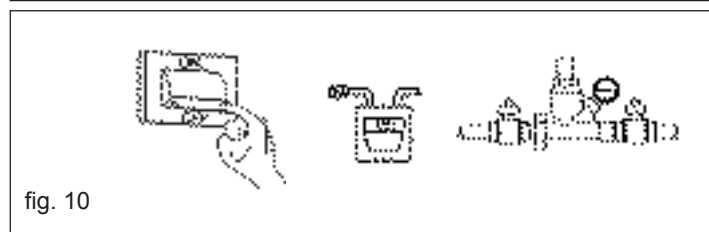

fig. 10
- aduceți întrerupătorul general al instalației pe „oprit” (fig. 10)
- efectuați analiza produșilor de ardere pentru a verifica starea de funcționare a centralei, apoi opriți alimentarea cu energie electrică, poziționând întrerupătorul general al instalației pe „oprit” (fig. 10)